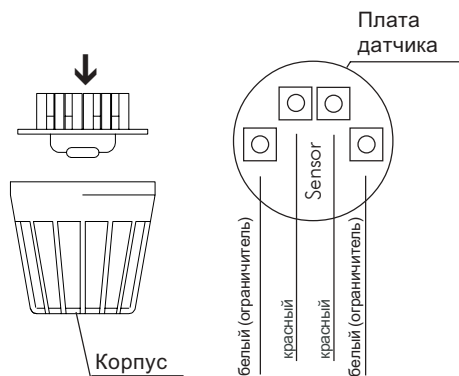

Рис. 10
4. Подключите провода ограничителя (белые) и температурного датчика (красные) к плате датчика согласно рис. 10. В заключение, зафиксируйте плату датчика в корпусе.